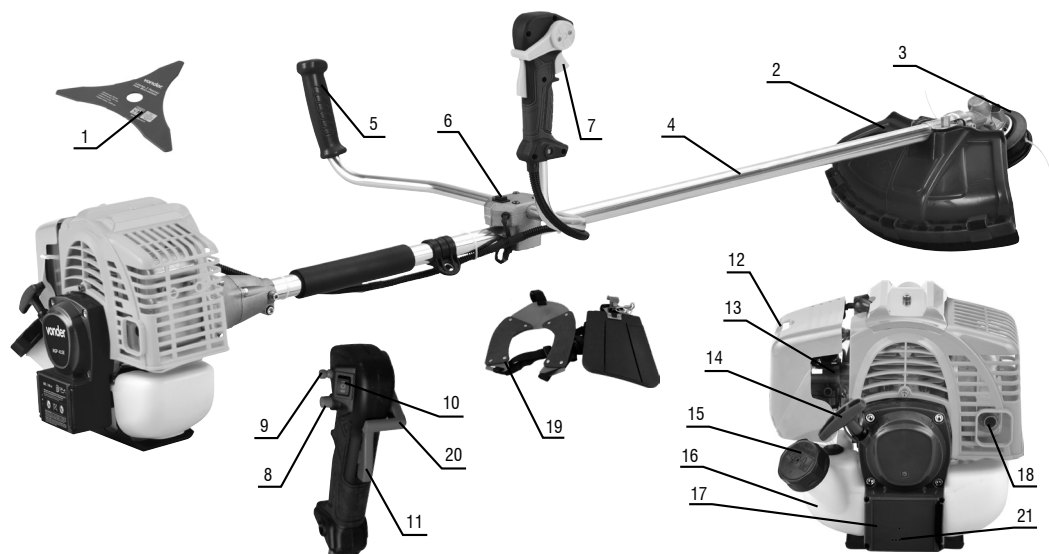

Fig. 1 – Componentes
**¡ATENCIÓN!** Utilice el equipo cuidadosamente y siempre mantenga a las personas apartadas del área de corte, Fig. 1, por lo menos a una distancia de 15 m alrededor de la desbrozadora.